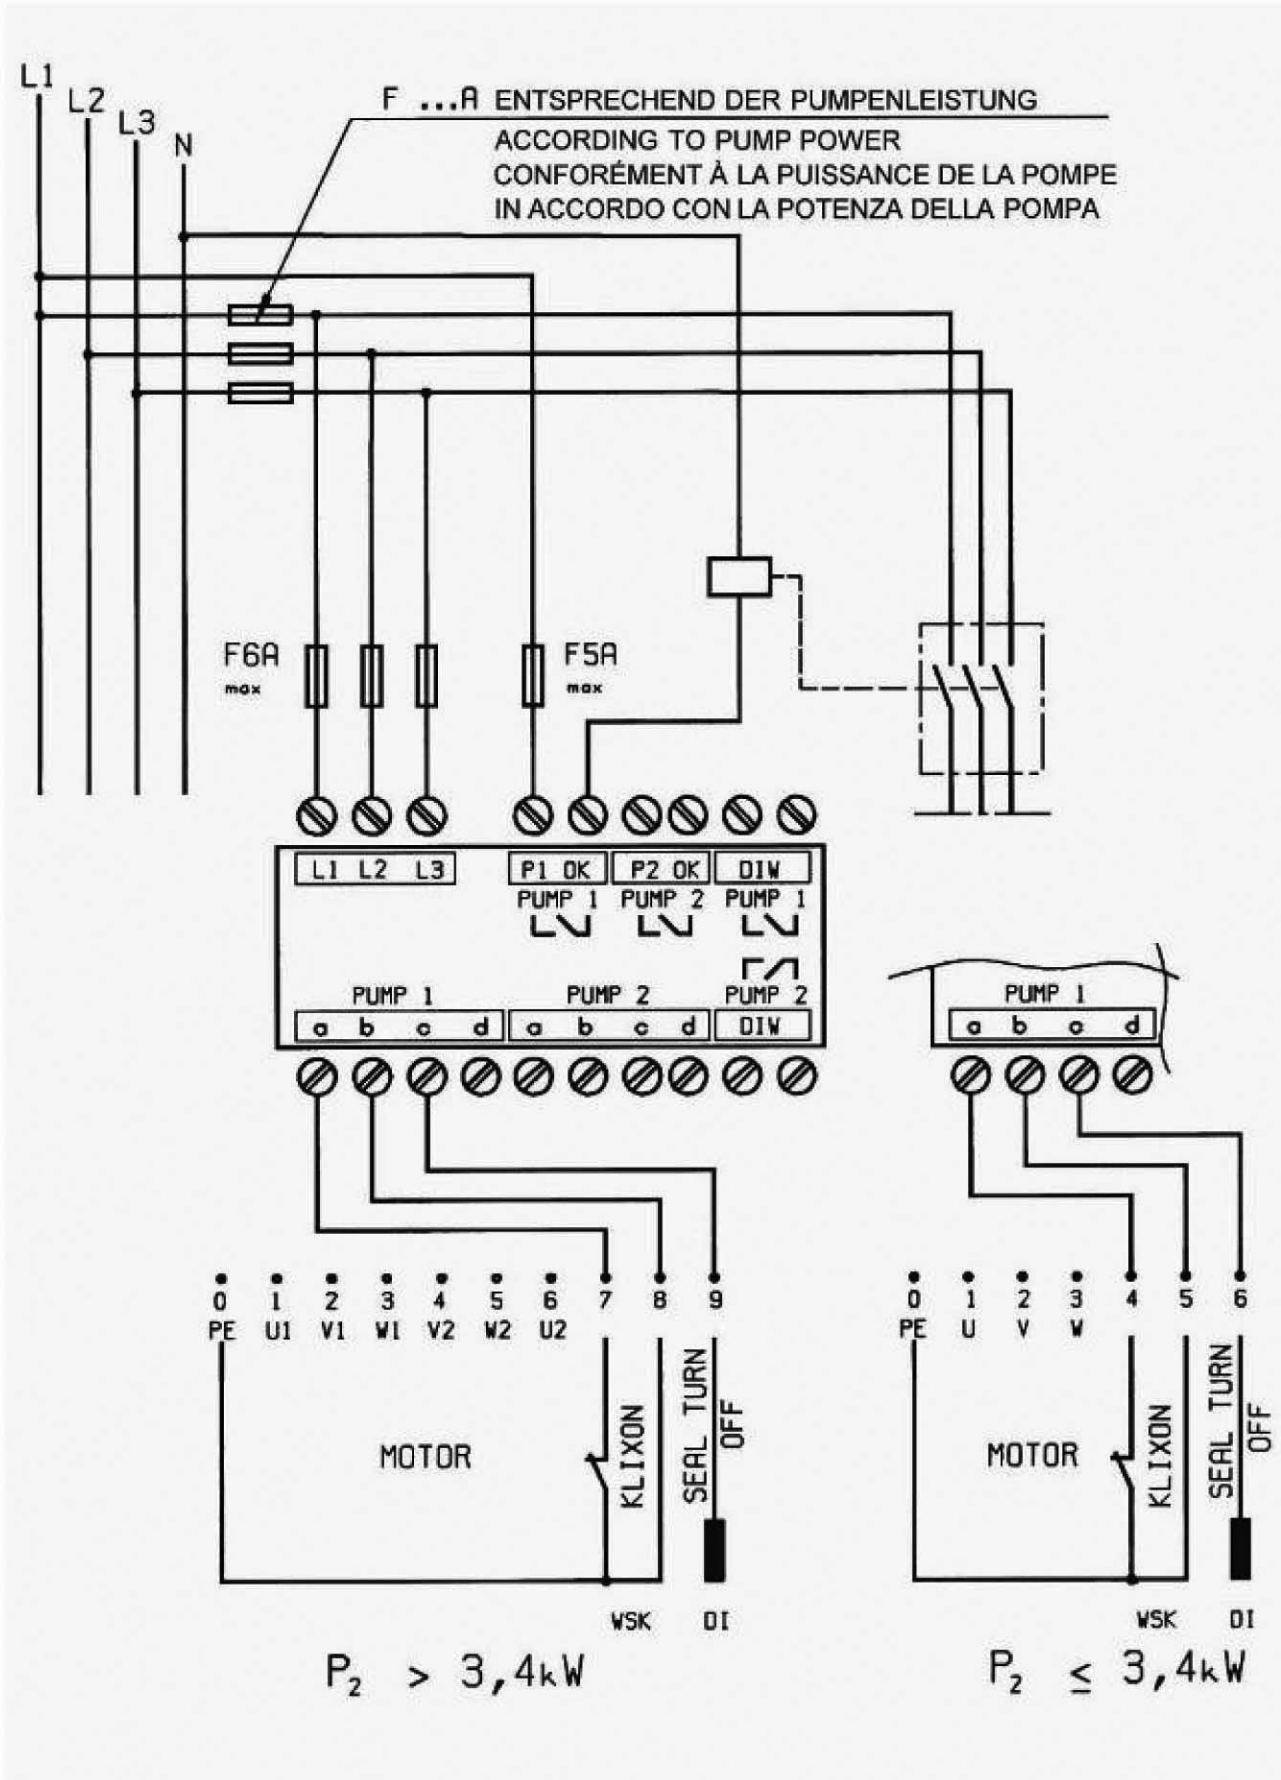
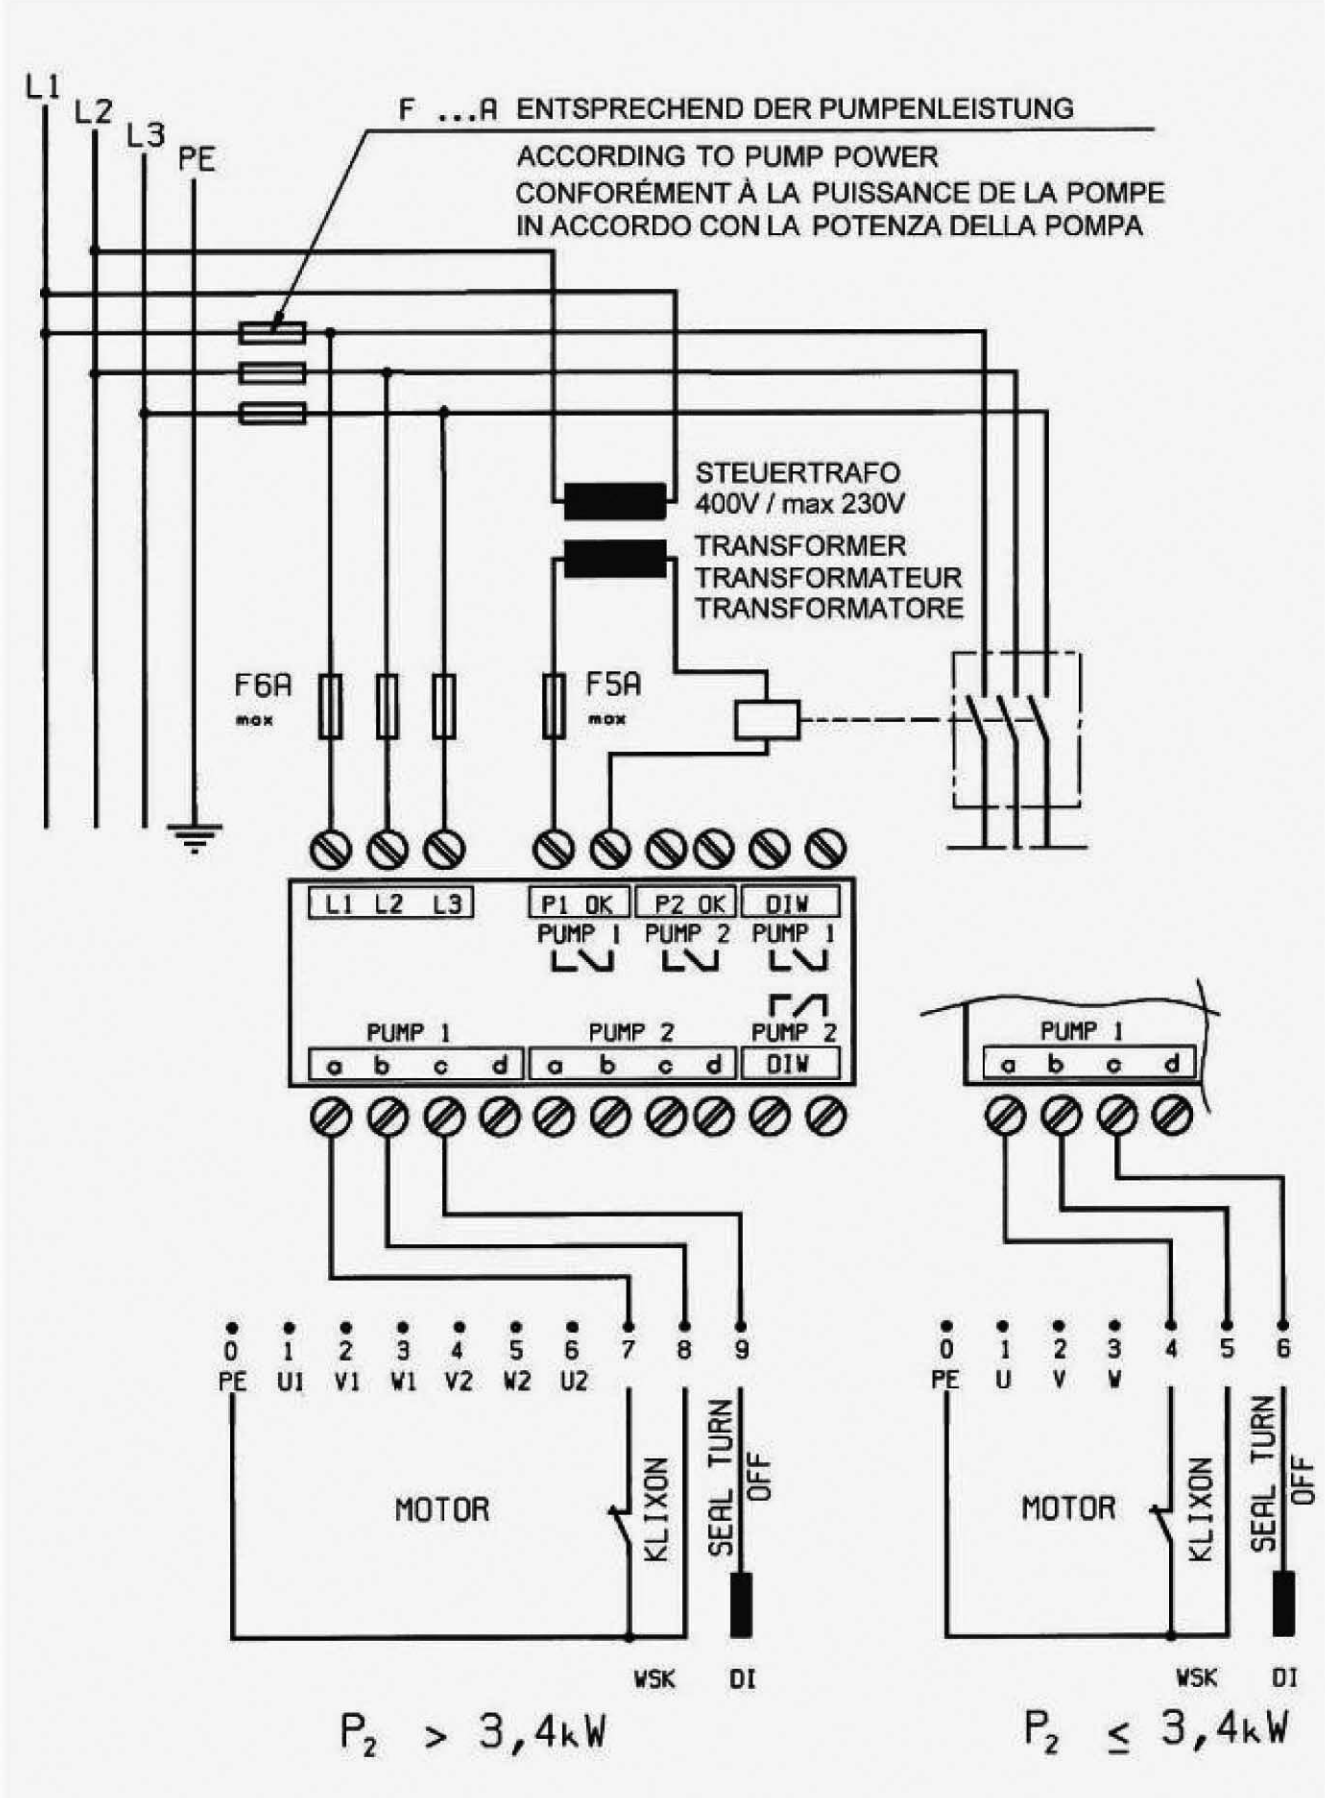

Рис. 3
Рис. 4
- подключение клеммной колодки производится согласно схеме электрических подключений (Рис.3 "с нейтралью N") или (Рис.4 "без нейтрали N"):